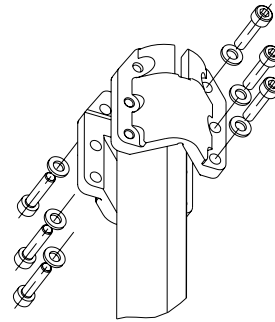

Рис. 49. Вкрутите в полумуфты винты с шайбами
4. Вкрутите шесть винтов с шайбами в отверстия полумуфт. См. рис. 49.
15. В отверстия полумуфт вкрутите шесть винтов с шайбами (см. рис. 49) и слегка затяните их.